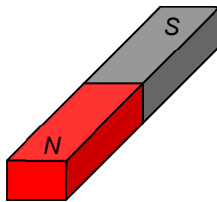
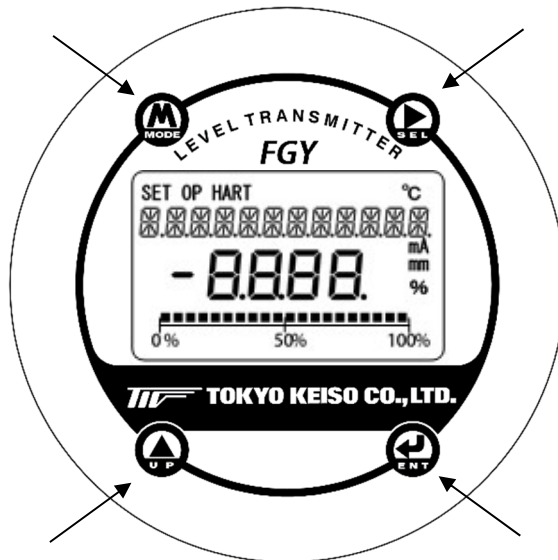

図 1. 設定用マグネット
図 2. 指示パネル内の磁気センサースイッチの位置
- 1) モード切替と操作は図 1 の設定用マグネットを用い図 2 の磁気センサースイッチで行います。